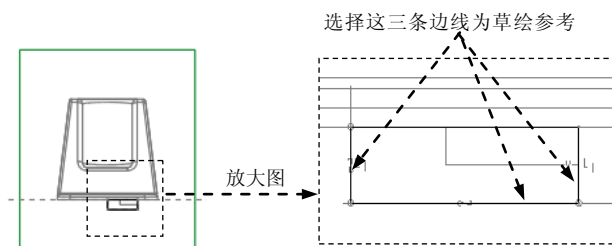

图 12.29 截面草图
(3) 进入草绘环境后，选取图 12.29 所示的三条边线为草绘参考，绘制图 12.29 所示的截面草图。完成特征截面的绘制后，单击“草绘”操控板中的“确定”按钮 .
(4) 设置深度选项。
- ① 在操控板中选取深度类型  (到选定的)。